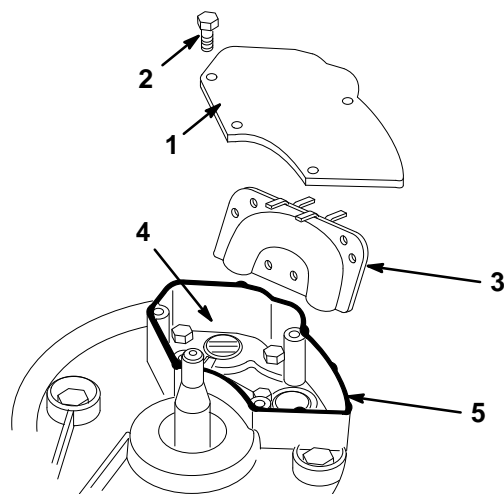

Figure 33
5. Retirer les 4 vis de fixation du couvercle au support du moteur (Fig. 33).
6. Déposer le tube de transfert (Fig. 33).
8. Faire tourner lentement le vilebrequin jusqu'à ce que le piston couvre l'orifice d'échappement (Fig. 33).
12. Frotter le dessous du couvercle et le bord du support du moteur avec un chiffon propre pour enlever la saleté aux endroits destinés à recevoir le produit d'étanchéité (Fig. 33).
13. Poser un cordon de silicone d'étanchéité automobile haute température sur tout le bord du support du moteur, là où s'appuiera le couvercle (Fig. 33).
14. Remonter le tube de transfert et le couvercle (Fig. 33), et serrer les quatre vis à 8.5 N·m (75 in.-lbs).